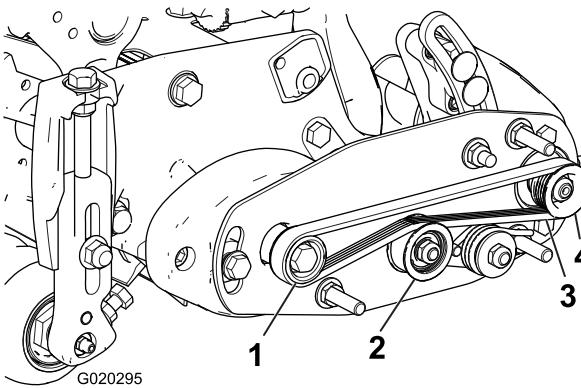

図 13
1. 駆動プーリにベルトを掛け、次に、アイドラーの上部に掛ける図 13。
2. 受動プーリからベルトを掛け始める図 13。